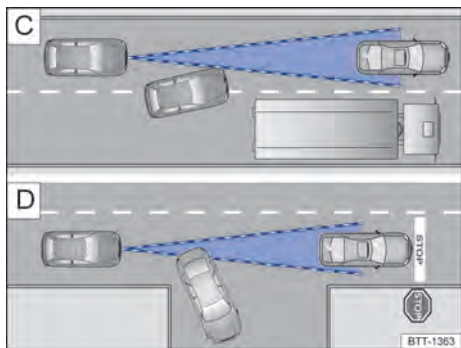

Fig. 103 (C) Cambio de carril. (D) Vehículo girando o parado.
Por ejemplo, si un vehículo detectado por el ACC gira o abandona el carril, y si hay un vehículo parado frente a este vehículo, el ACC no reaccionará al vehículo parado → fig. 103 (D).
- Vehículos que cambian al carril donde usted está a poca distancia del vehículo → fig. 103 (C).